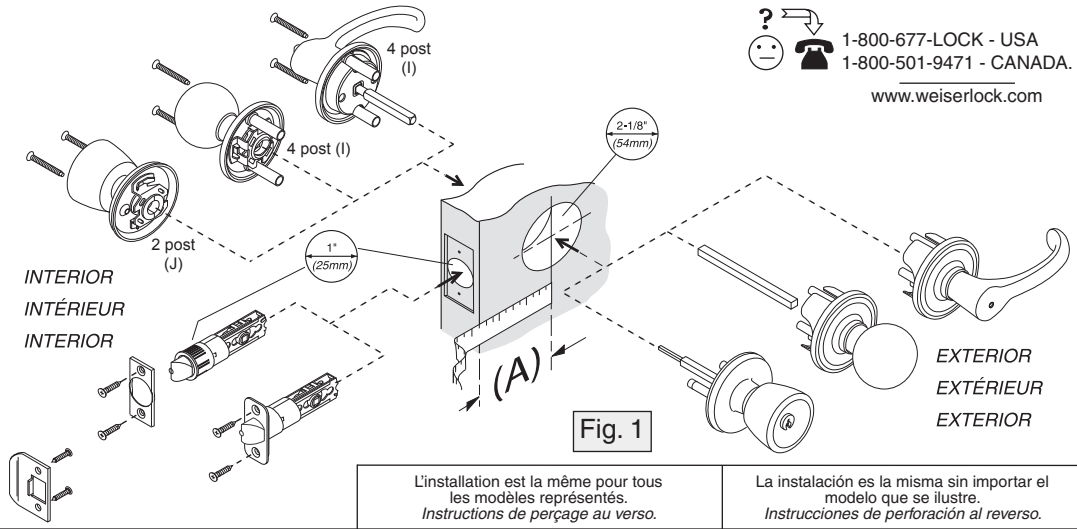

Fig. 1
1a. Measure your door for a backset (A) of 2-3/8" (60mm) or 2-3/4" (70mm). See figure 1 above. If backset measured 2-3/4" (70mm), adjust latch as follows: Grasp the hub (B) and slide it to the 2-3/4" position.
1a. Mesurer la porte pour un écartement (A) de 2-3/8" (60 mm) ou 2-3/4" (70 mm). Voir figure 1 ci-dessus. Si l'écartement de la porte mesuré est de 2-3/4" (70 mm), régler le verrou comme suit : saisir le moyeu (B) et le faire glisser à la position 2-3/4" (70mm).